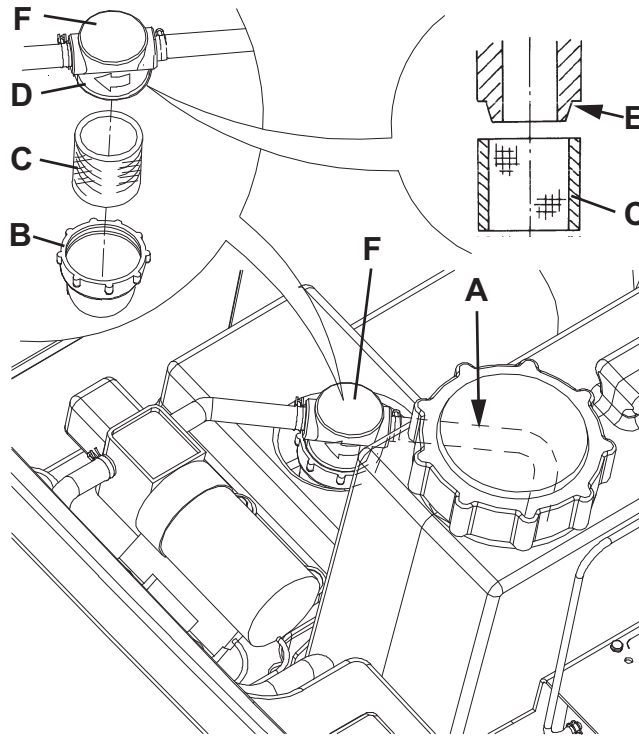

Figure 9
2. Positionner la clé de contact (80) sur "0".
3. Ouvrir le couvercle (22) et vérifier que le réservoir de l'eau de récupération (21) soit vide. Dans le cas contraire, le vider au moyen du tuyau de vidange (16).
4. Saisir la poignée (41) et soulever le réservoir (40) avec soin.
5. Soulever légèrement les tuyaux (A, Fig. 9), puis dévisser le couvercle transparent (B) et déposer le filet filtrant (C) du filtre de l'eau propre (F). Les nettoyer et les reposer sur le support (D).